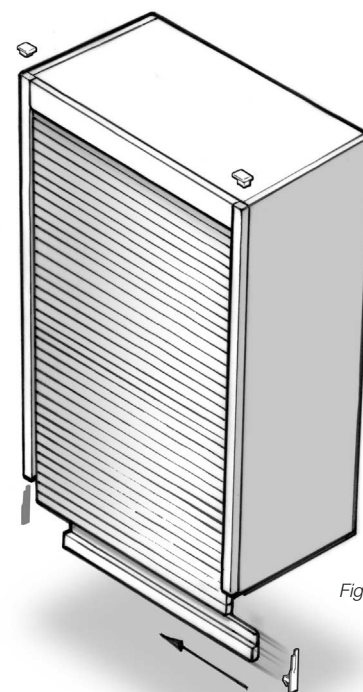

Fig.17
- Tirar de la persiana hasta sobrepasar el borde inferior del casco, insertar el listón tirador y completar a la izquierda y derecha con los patines del tirador (Fig.17).